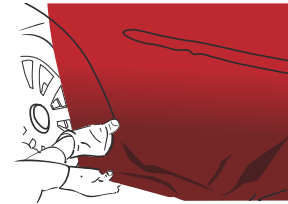

Abbildung 09
- › Erhebung mit dem Finger oder mit einer mit Wollfilz überzogenen Kunststoffraker andrücken. (Abb. 09)